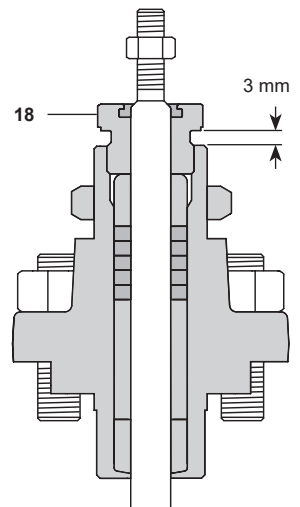

Abb. 12
- Stopfbuchsmutter (18) anziehen bis:
- ii) Graphitpackung: Sich ein Spalt von 3 mm zwischen Stopfbuchsmutter und Gehäuseoberteil befindet. Siehe Abb. 12.
- Kontermutter (3) aufschrauben.